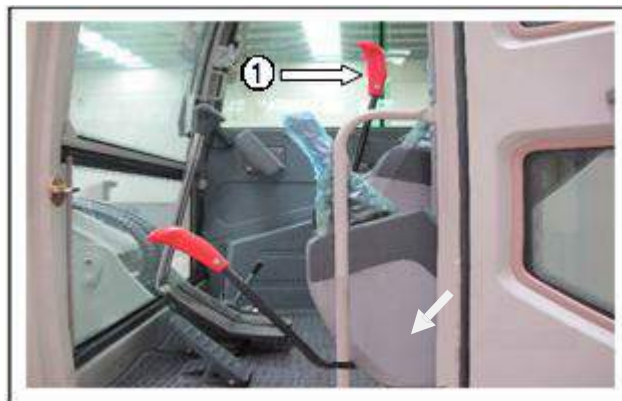

Fig 3—13
2. Put the safe pole①(Fig 3—13)